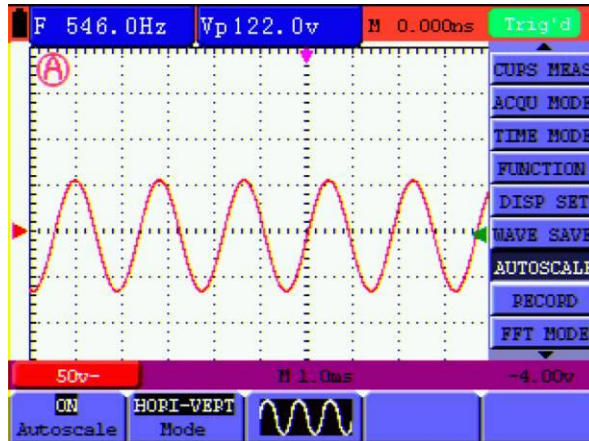

Fig. 50: Función de escala automática: formas de onda horizontal-vertical de periodos múltiples
5.) Pulse F3 y seleccione  . Verá una pantalla como la siguiente (fig. 50):